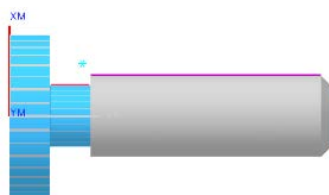

图 7.5.10 3D 仿真结果
Step2. 在“刀轨可视化”对话框中单击 **3D 动态** 选项卡，采用系统默认参数设置，调整动画速度后单击“播放”按钮 ，即可观察到 3D 动态仿真加工，加工后结果如图 7.5.10 所示。